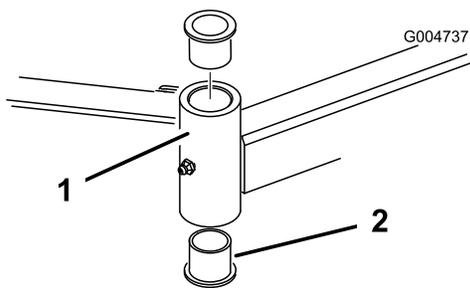

Рисунок 79
4. Вставьте выколотку сверху или снизу монтажной трубы и выбейте втулку из трубы (**Рисунок 79**). Выбейте также из трубы другую втулку. Очистите от грязи внутреннюю поверхность трубы.